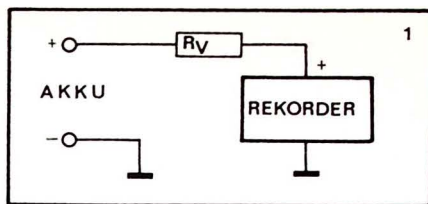

Bild 1. Im einfachsten Fall besteht der „Spannungswandler“ aus einem Vorwiderstand. Berechnung von Widerstandswert und Leistung: siehe Text.
Bild 1 zeigt das einfachste, aber zugleich unzulänglichste Verfahren. In der Speiseleitung des Rekorders liegt ein Widerstand.
Zur Ermittlung des benötigten Widerstandswertes R_v muß die Stromaufnahme des Rekorders bekannt sein. Zur Messung des Stromes schaltet man ein Amperemeter in die Speiseleitung, es liegt dabei in der Schaltung wie der Vorwiderstand in Bild 1.
8. Multiplizieren der unter 4. und 6. gefundenen Werte; das Ergebnis ist die Leistung, die der Vorwiderstand R_v verkraften muß. Zur Sicherheit sollte man einen Widerstand mit doppelter Leistung wählen; er wird, wie in Bild 1 angegeben, in die Speiseleitung geschaltet.